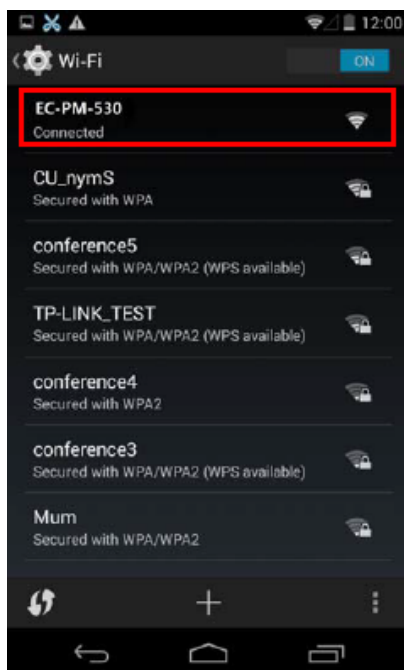

Figura 20
2.3 Seleccione la función “Wi-Fi” a “ON” y seleccione el punto de acceso “EC-PM-530B” (como se muestra en la Figura 20).